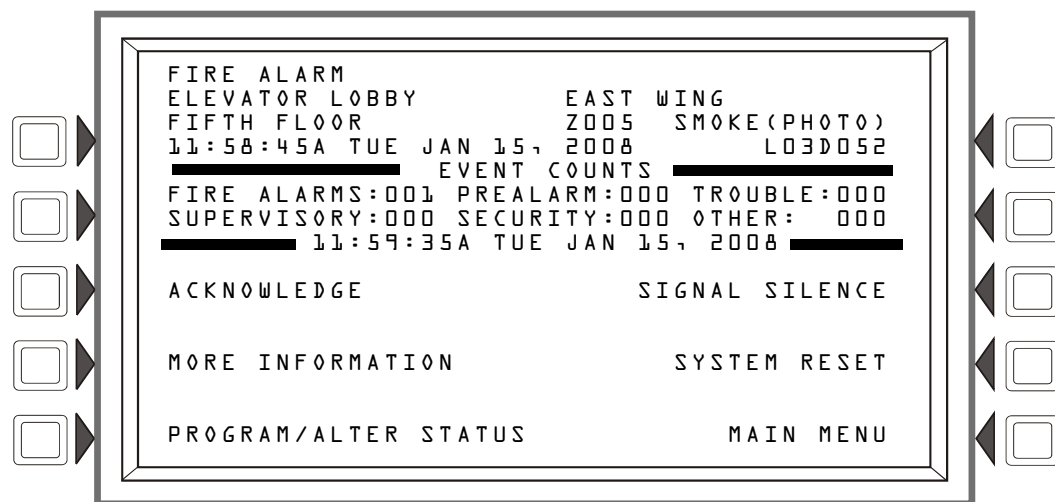

Figura 2.2 Ejemplo de visualización de mensaje de alarma contra incendios
- Muestra FIRE ALARM (alarma contra incendios) en el esquina superior izquierda de la pantalla, un código de tipo que indica el tipo de dispositivo que activó la alarma contra incendios, y demás información específica del dispositivo. El mensaje ocupa las cuatro líneas superiores de la pantalla, y reemplaza el mensaje de sistema normal, como puede observarse en la figura 2.2 que se muestra a continuación. Consulte “Formato de eventos de punto especificado” on page 14 para una descripción completa de cada campo de mensaje.